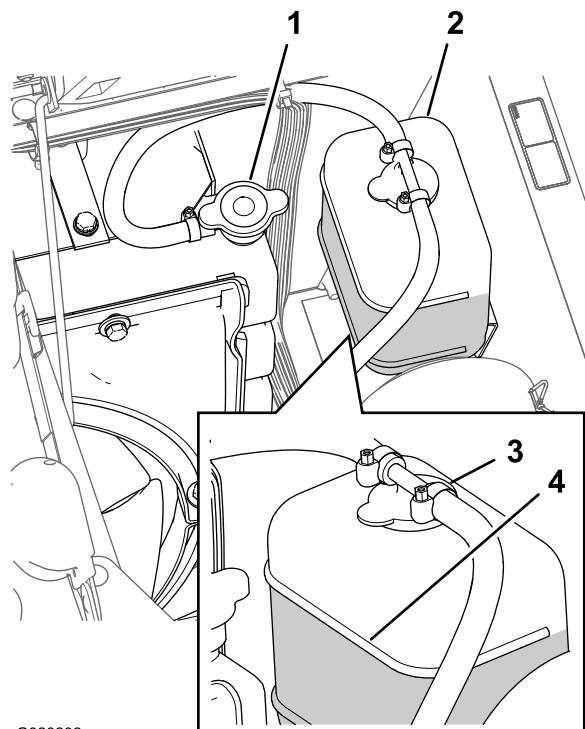

Figure 100
- Retirez le bouchon du radiateur et le bouchon du vase d'expansion avec précaution (Figure 100).
Remarque: Le radiateur doit être rempli jusqu'en haut du goulot de remplissage et le vase d'expansion jusqu'au repère maximum (Figure 100).
5. Si le niveau de liquide de refroidissement est trop bas, enlevez le bouchon du vase d'expansion et le bouchon du radiateur. Remplissez le vase d'expansion jusqu'au repère maximum, et le radiateur jusqu'en haut du goulot de remplissage (Figure 100).
6. Remettez en place les bouchons du radiateur et du vase d'expansion (Figure 100).
2. Laissez refroidir le moteur puis retirez le bouchon du radiateur (Figure 100).
6. Retirez le bouchon de radiateur (Figure 100).
8. Démarrez le moteur en ayant serré légèrement le bouchon sur le radiateur (Figure 100).
10. Une fois le liquide de refroidissement chaud, faites l'appoint jusqu'à la surface d'étanchéité du bouchon et serrez ce dernier (Figure 100).
11. Ouvrez le bouchon du vase d'expansion et versez du liquide de refroidissement jusqu'au niveau à froid (Figure 100).